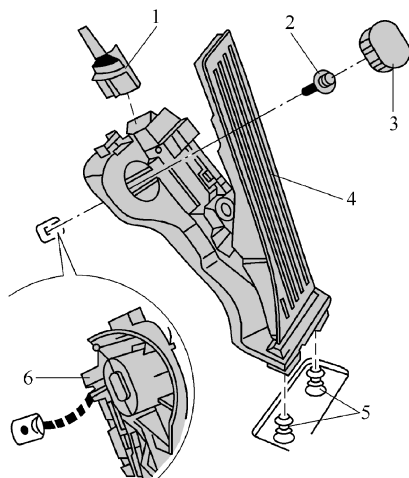

图 2-5-21 拆卸加速踏板
① 旋出转向柱盖板的固定螺母, 取下转向柱盖板。
② 用螺钉旋具撬出盖罩 3, 并旋出螺栓 2, 如图 2-5-21 所示。
③ 将松脱工具插入规定的开口中至止档位置, 并将加速踏板模块取下。
④ 将解锁按钮按到底, 并拔下插头。
2) 安装, 如图 2-5-21 所示。